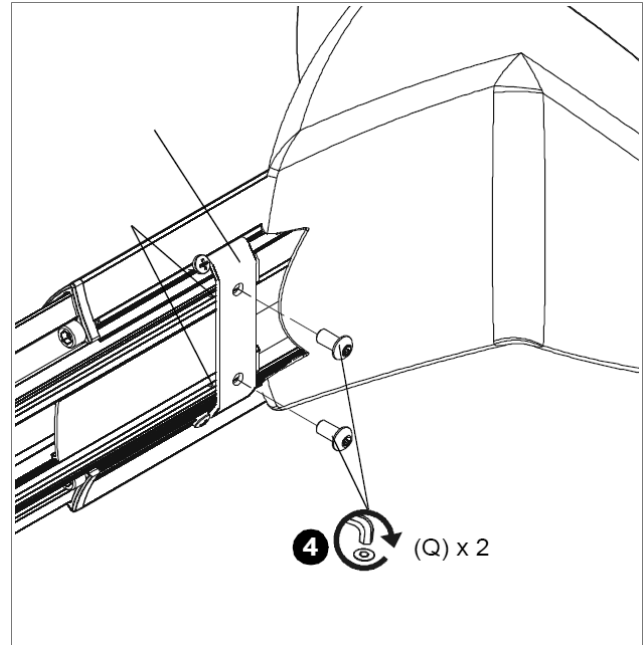

図 11
元のネジが取り外せたら、図 11 のように固定プレートに (Q) のネジを取り付けてください。